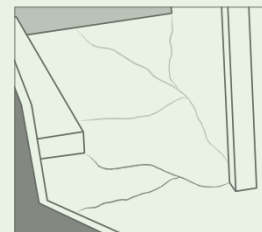

Figure 1B -
- > des joints de retrait doivent être localisés à tous les coins rentrants (coins avec angles de plus de  $90^\circ$  C) (figure 1A). Afin de prévenir la fissuration, une des solutions consiste à insérer de l'armature dans la dalle (figure 1B);